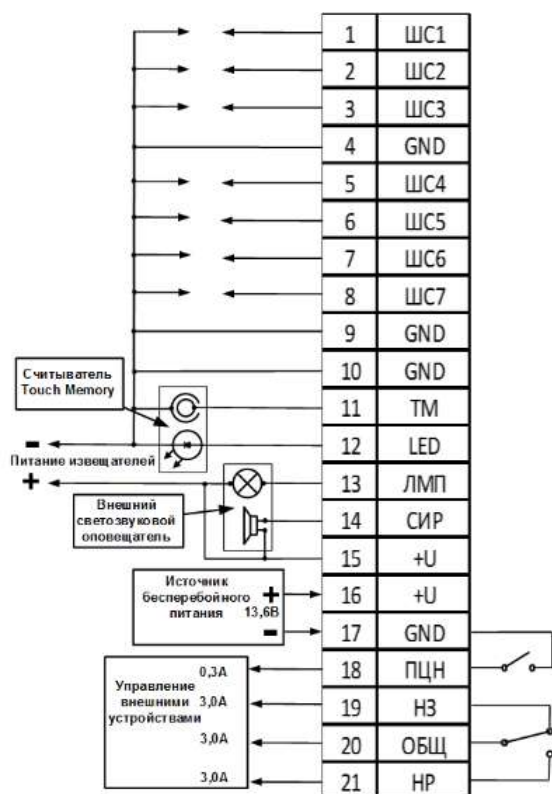

Рис.4 Типовая схема подключения.
4.6. Произведите монтаж всех линий, соединяющих объектовый прибор со шлейфами сигнализации, извещателями, световыми и звуковыми оповещателями строго в соответствии с типовой схемой подключения Рис. 4. Подключение 2-х проводных извещателей (охранных, пожарных или иных)